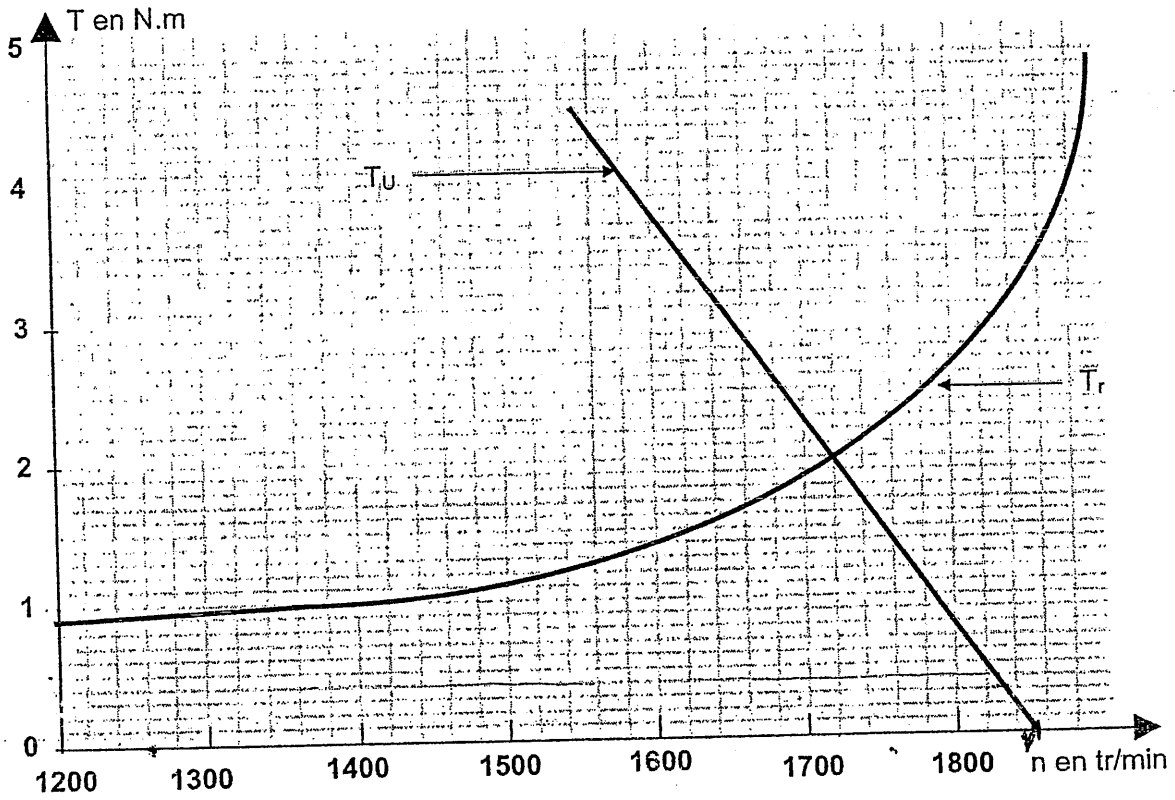

Figure 1
- b) Placer le point V (fréquence de rotation à vide, moment du couple utile à vide) correspondant à cet essai à vide, sur la graphique de la figure 1 donné en annexe. / 0.5
- g) Placer le point N (fréquence de rotation nominale, le moment du couple utile nominal) correspondant à ce régime nominal sur la graphique de la figure 1 donné en annexe. / 0.5